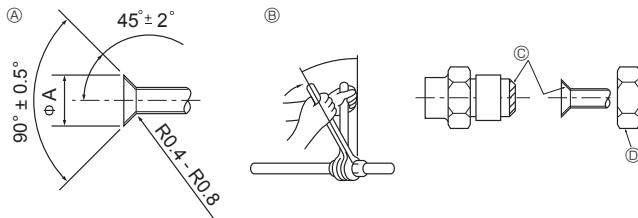

Fig. 4-1
4.2. 連接管道 (Fig. 4-1)
⑧ 擴口螺母擰緊扭矩